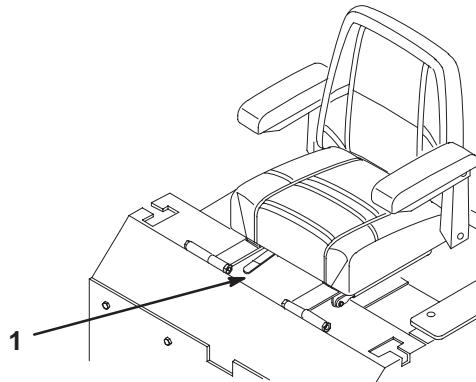

Bild 30
1. Bewegen Sie den Einstellhebel zum Eriegeln des Sitzes zur Seite (Bild 30).